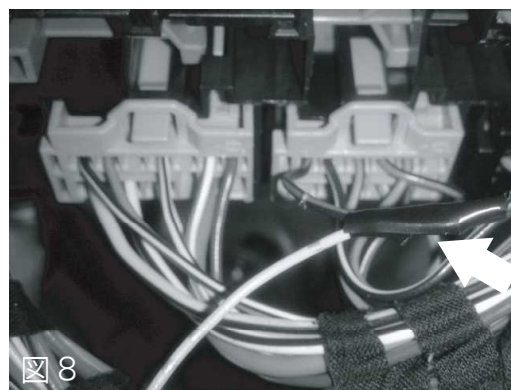

図8
- ・右側茶色コネクタの左上部にある矢印の黒/青線に接続してください。（図8参照）